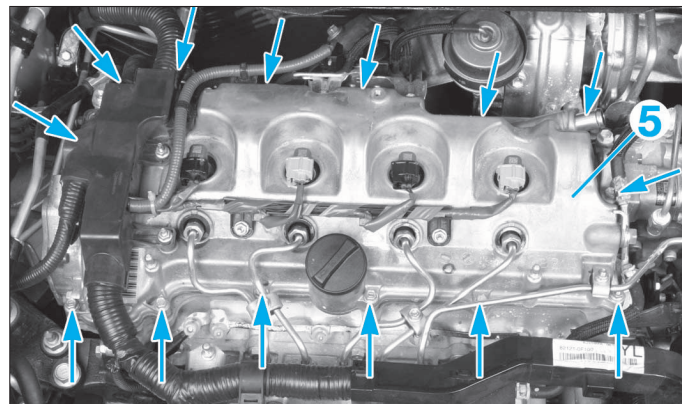

FIG. 48
- Déposer le couvre-culasse (5) (12 vis et 2 écrous) (fig. 48).